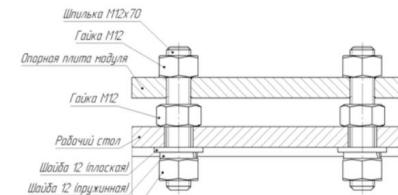

Рис. 6
4.3.12. После окончательной регулировки на верхнюю часть каждой шпильки установить контровочные гайки и затянуть до упора (рис. 6).